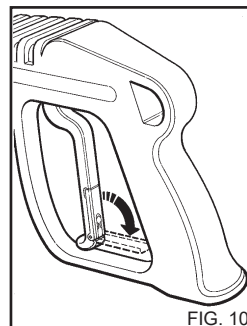

FIG. 10
- Когда мойка не используется, закройте предохранительное устройство, расположенное на ручке (fig. 10).